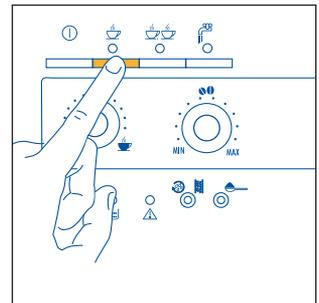
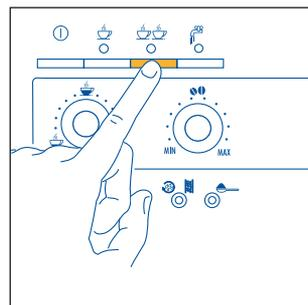

Fig. 12
Fig. 13
- 5) Presione el botón  (fig. 12) si prefiere hacer un café o el botón  (fig. 13) si prefiere hacer dos cafés. *Ahora la máquina molitura los granos, realiza una breve pre-infusión y después completa la erogación en la taza.*
- 7) Para apagar la máquina, presione el botón ①. *(Antes de apagarse, la máquina se enjuaga automáticamente: sale un poco de agua caliente por las boquillas que se recogerá en la bandeja recogegotas de abajo - Tenga cuidado en no quemarse). Si la máquina no se apaga con el botón ①, de todas maneras, se apagará por sí sola tras un breve enjuague después de transcurridas 3 horas desde la última vez que se la usó.*
**NOTA 4:** Mientras la máquina está haciendo el café, es posible detener la erogación en cualquier momento presionando el botón ☕ (fig. 12) o ☕☕ (fig. 13) antes seleccionado.
**NOTA 5:** ni bien se haya concluido la erogación, si quiere aumentar la cantidad de café en la taza, basta con mantener apretado el botón ☕ (fig. 12) o ☕☕ (fig. 13) antes seleccionado hasta obtener la cantidad deseada (esta operación debe realizarse transcurridos 3 segundos desde que concluyó la erogación).